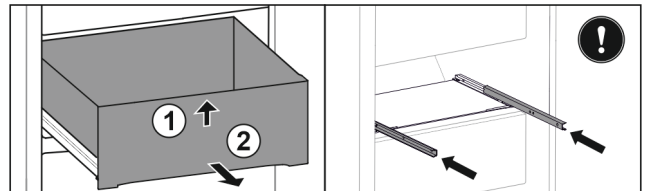

Fig. 45
- ▶ Повдигнете чекмеджето отпред. Fig. 45 (1)
- ▶ Извадете чекмеджето напред. Fig. 45 (2)